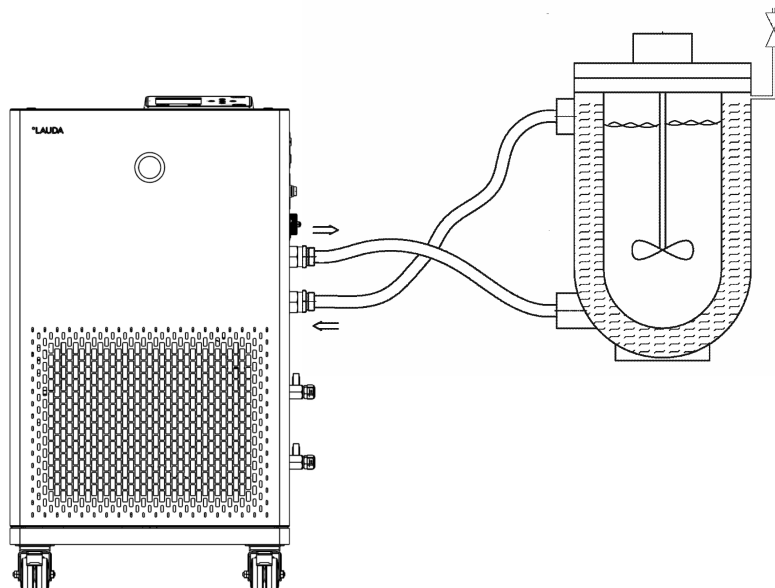

Fig. 12 : Schéma de raccordement avec vanne de purge
- Une vanne de purge peut, en fonction du type constructif de l'application, simplifier sensiblement le processus de purge. La vanne de purge doit être montée sur le point le plus haut du circuit (Fig. 12).
Afin que des bulles de gaz/vapeur puissent être évacuées du système et que le fonctionnement ne soit pas perturbé, l'application externe doit être raccordée conformément au schéma (Fig. 12). L'alimentation de la pompe doit être reliée au raccord du bas de l'application. Le retour vers la tubulure de pompe doit être relié au raccord du haut de l'application. L'écoulement se fait alors de bas en haut dans l'application.